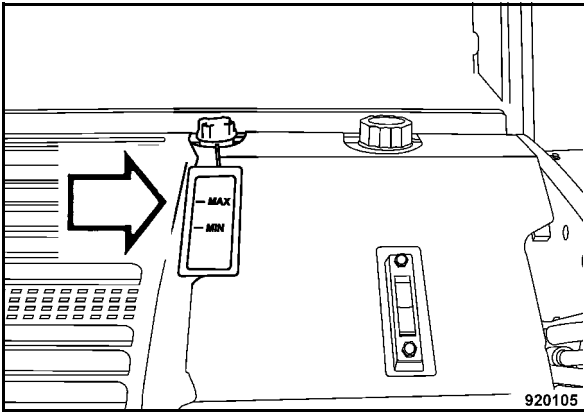

Fig. 189
- Controllare nuovamente il livello del liquido refrigerante (Fig. 189), se necessario, rabboccare.